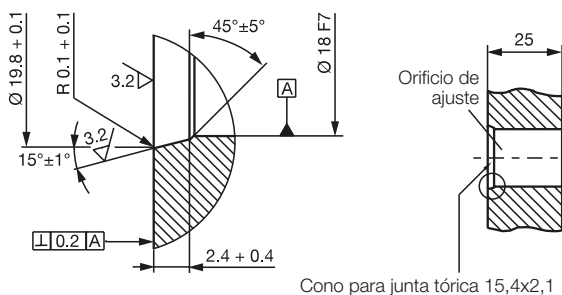

Fig. 4-4: Orificio de ajuste para el montaje del BTL con junta tórica
Orificio de ajuste: la superficie de contacto del BTL debe coincidir completamente con la superficie de alojamiento. La junta tórica adecuada debe hermetizar perfectamente el orificio, por lo que el avellanado para la junta tórica debe efectuarse teniendo en cuenta Fig. 4-4.
El agujero roscado debe tener una profundidad mínima de 25 mm (véase Fig. 4-4).
- ▶ La superficie de contacto del BTL debe coincidir completamente con la superficie de alojamiento. La junta tórica adecuada debe hermetizar perfectamente el orificio, por lo que el avellanado para la junta tórica debe efectuarse teniendo en cuenta Fig. 4-4.